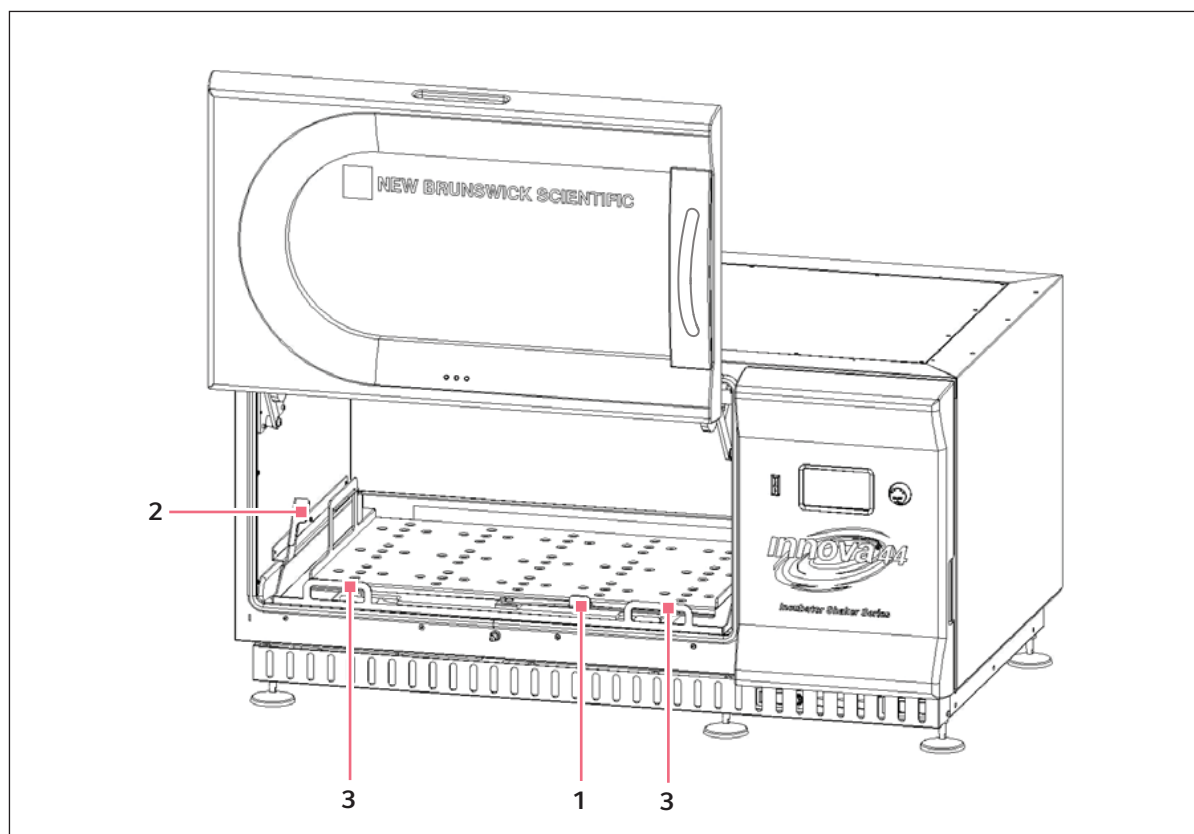

Рис. 8-2: Установка выдвижной платформы
1. Как показано на рисунке ниже (см. рис. 8-2 на стр. 42), расположите платформу на субплатформе таким образом, чтобы два отверстия на задней стороне платформы были вставлены под блоки субплатформы в задней части, а ручки выдвижной субплатформы на верхней кромке указывали вверх.